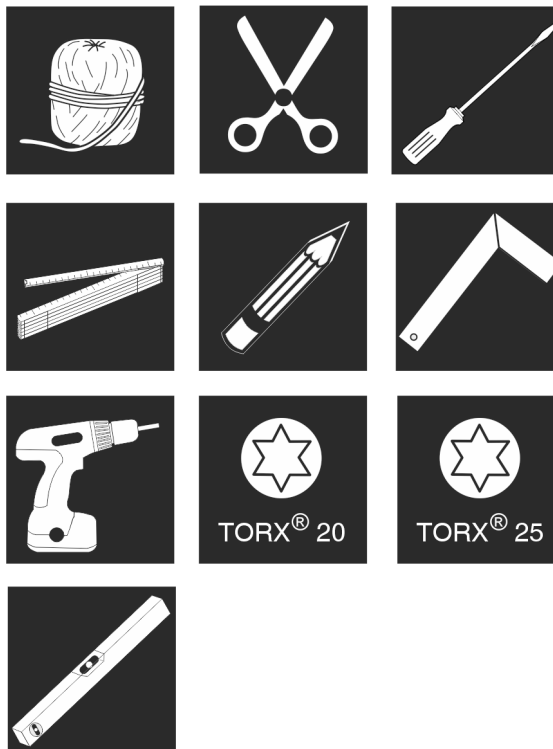

Fig. 9
1. Подготовка на инструменти. Fig. 9 ()